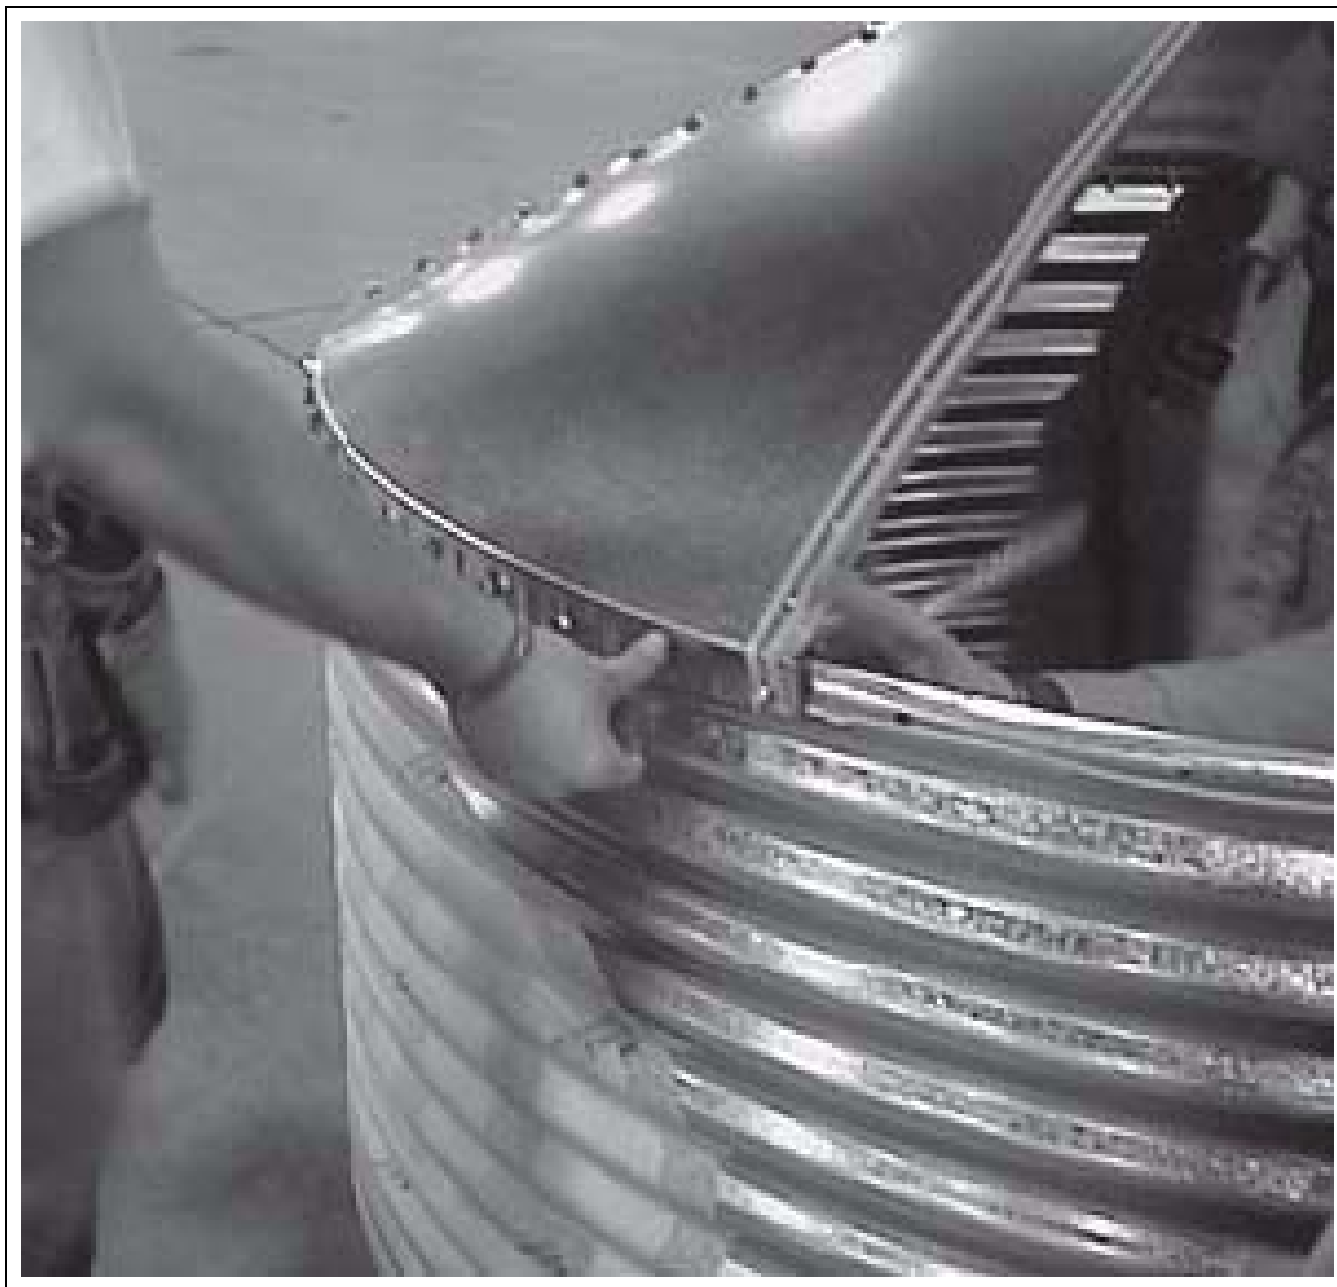

Рисунок 7А
**ПРИМЕЧАНИЕ.** Лестницы крыши и боковых стенок должны находиться посередине между швами. Во время установки панели крыши наружный край загибается вниз. Этот край должен находиться поверх другой панели крыши для обеспечения надлежащего уплотнения. (См. рис. 7С на стр. 26.) Обязательно нанесите на все швы по две (2) полосы уплотнения. Соберите панели крыши, двигаясь против часовой стрелки.